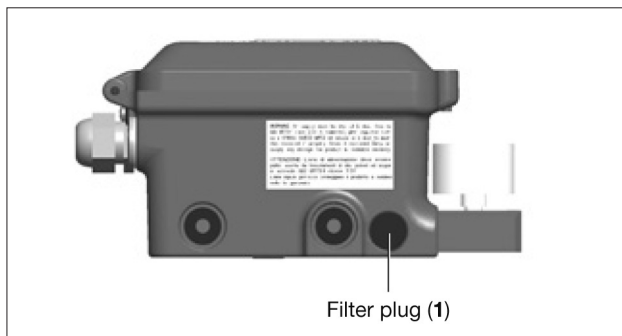

Bild 44
- Mit einem 5 mm-Sechskantschlüssel den Filterstopfen (1) aus dem Gehäuseschrauben (siehe Bild 44).